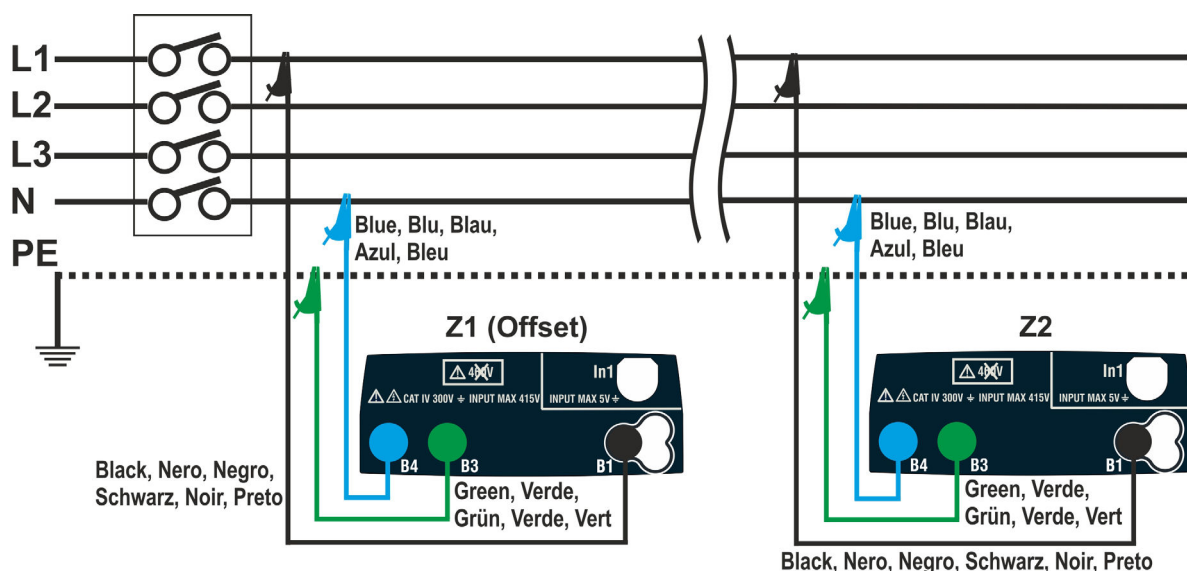
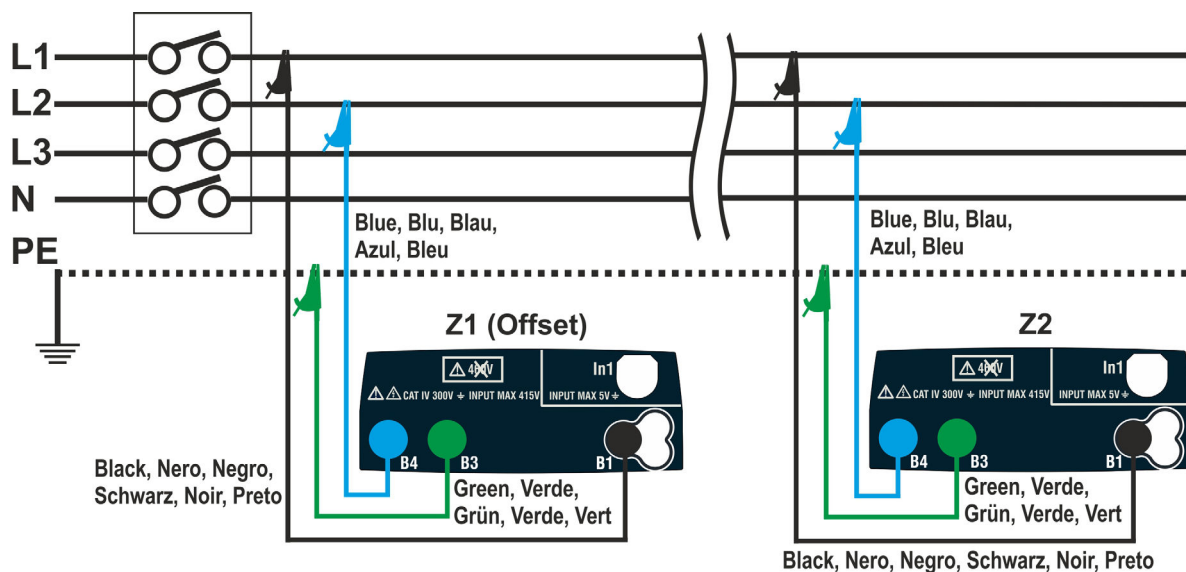

Fig. 40: Collegamento strumento per misura caduta di tensione in modo L-N
Fig. 41: Collegamento strumento per misura caduta di tensione in modo L-L
4. Collegare lo strumento al punto iniziale della linea principale in prova (tipicamente a valle di un dispositivo di protezione) in base alla Fig. 40 o Fig. 41 per effettuare la prima misura di impedenza **Z1 (Offset)**. In questo caso lo strumento misurerà l'impedenza a monte del punto iniziale della linea principale in prova prendendola come riferimento di partenza. La schermata seguente (riferita alla misura L-L) è mostrata a display
7. Collegare lo strumento al punto finale della linea principale in prova in accordo alle Fig. 40 o Fig. 41 per misurare l'impedenza **Z2** a fine linea. Notare il il valore Z1 (Offset) precedentemente misurato mostrato a display